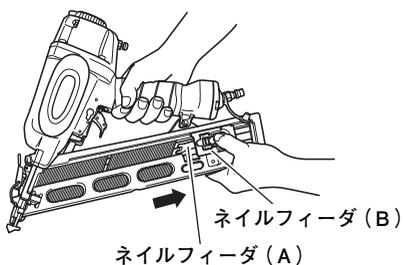

図 6
- ネイルフィーダ (B) をマガジン後方へ引いて、ネイルフィーダ (A) が釘の連結後端を押しように静かに戻します。(図6)